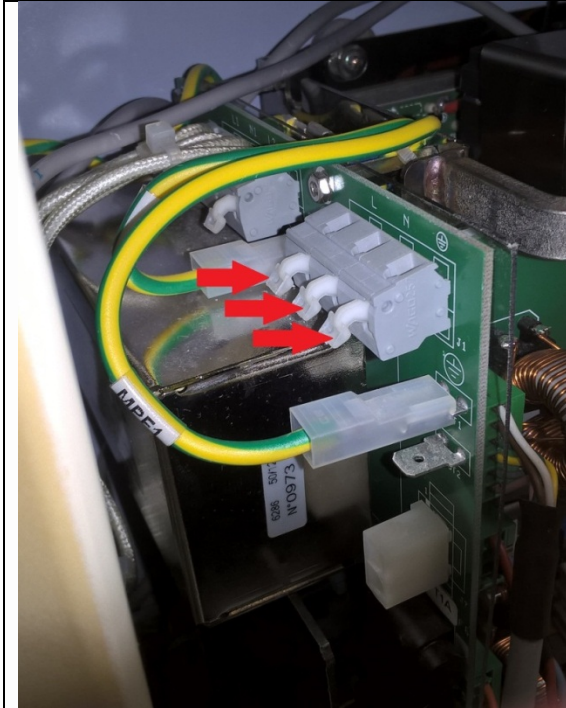
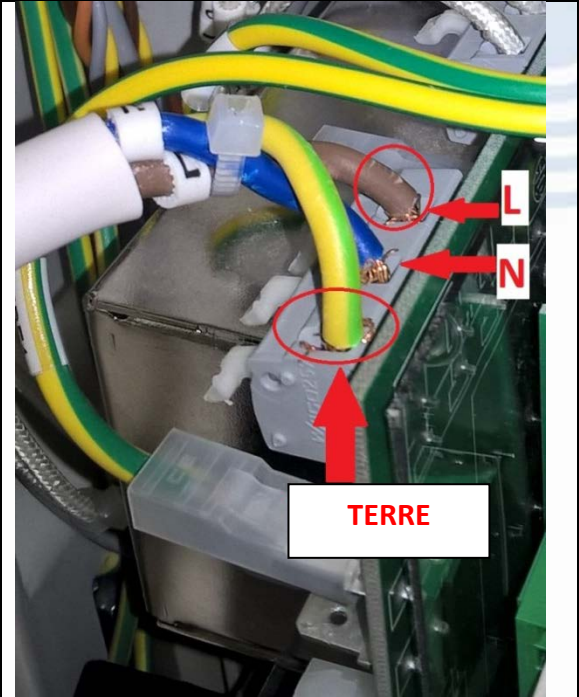

Fig. 29
Fig. 30
28. Connectez les trois brins du câble d'alimentation au bornier en abaissant les leviers pour insérer les fils. (**Fig. 29** et **Fig. 30**). Vérifiez que les fils sont correctement positionnés dans les bornes en tirant délicatement sur chacun pour confirmer qu'il est bien maintenu par le bornier.